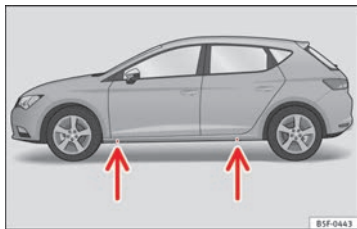

Fig. 173 Travesaño: marcas.
- Busque en el larguero el punto de apoyo (zona hundida) más cercano a la rueda a cambiar ⇒ fig. 173. Tras la marca se encuentra, en el larguero, el punto de apoyo para el gato*.